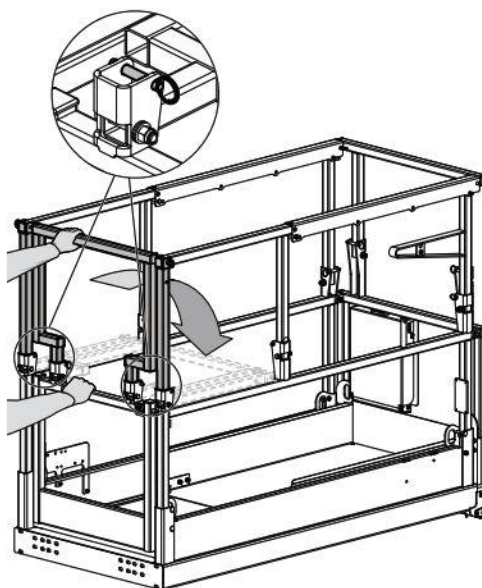

Figura 18 Puerta trasera plegada
17. Sostenga la baranda intermedia trasera con una mano y pliegue la puerta trasera con la otra mano. Consulte la Figura 18 para ver las posiciones de la mano.
29. Sostenga la baranda intermedia de la baranda de extensión con una mano y pliegue la baranda de extensión con la otra mano. Consulte la Figura 18 para ver las posiciones de la mano.